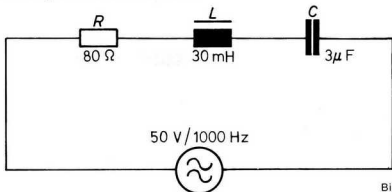

Bild 182
e) Für die Schaltung nach Bild 182 sollen folgende Werte ermittelt werden: